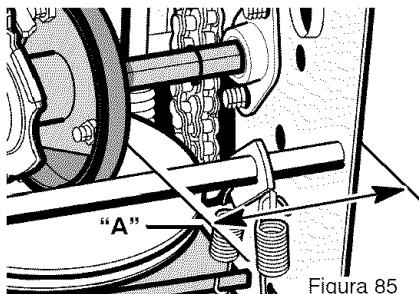

Figura 85
7. Fíjese en la posición de la **rueda de fricción** (consulte la Figura 85). La distancia correcta "A" desde el lado derecho de la **rueda de fricción** hasta la parte exterior de la caja del motor es la siguiente:
3. Mueva la **rueda de fricción** a la posición correcta (Figura 85).